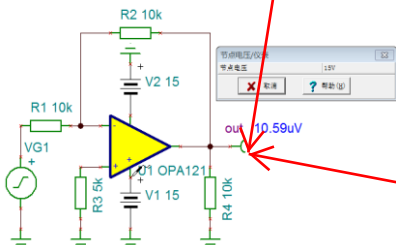

图 18 电压探针的使用
(1) 直流分析
① 计算电路节点电压：执行【分析|直流分析|计算节点电压】菜单命令，在 Out 引脚这点显示的电压为 10.59uV，同时在电路图编辑窗口中出现一个探针外形光标，移动该探针可测试所有节点的电压。探针放置在运放的正电源引脚处的显示状态如图 18 所示。